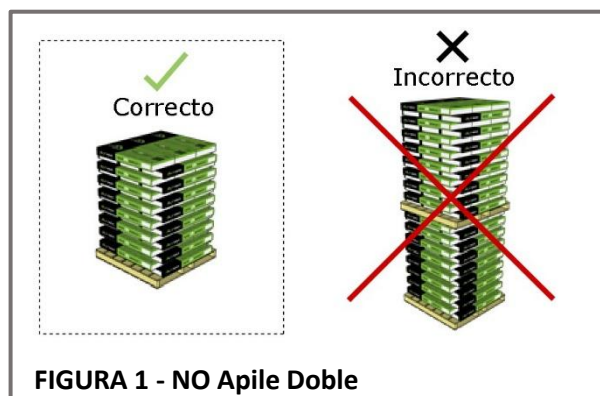

FIGURA 1 - NO Apile Doble
- NO apile las tarimas (pallets) en pilas dobles o triples.** Apilar tarimas una encima de la otra someterá los materiales de la parte inferior a una presión excesiva y podría causar una deformación permanente. Consulte la **Figura 1**.